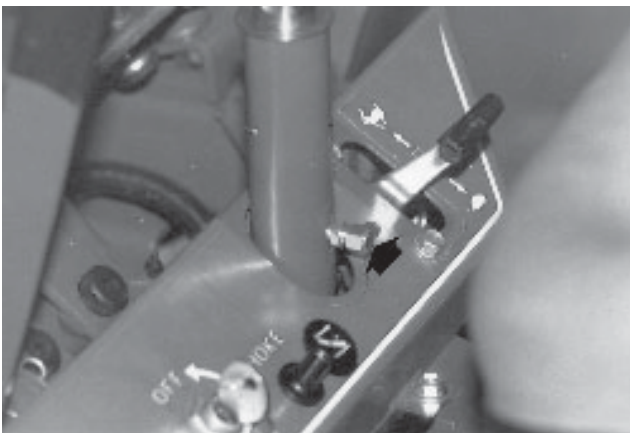

Fig.27
- C HORNLENKERZAPFEN - ABB.27. (Siehe vorige Seite)